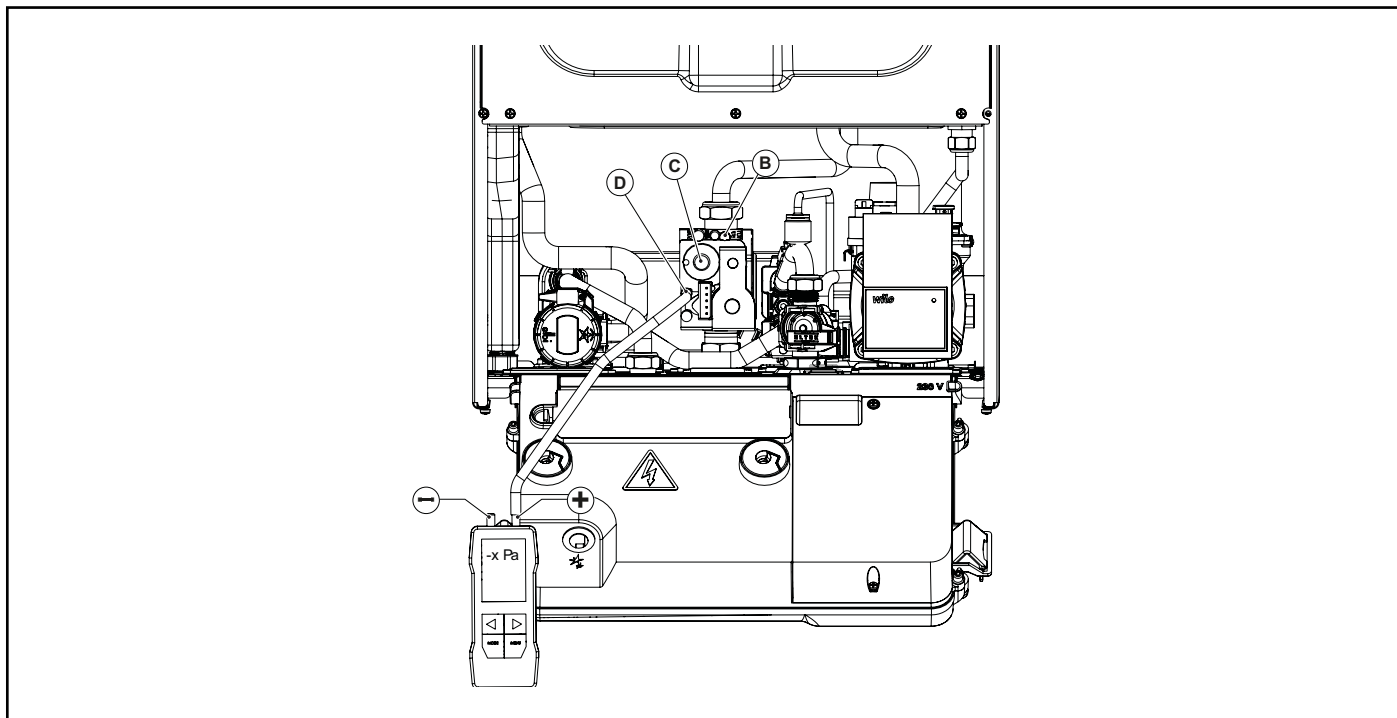

Fig. 46 Regolazione pressione di offset
- Aprire la vite della presa di pressione di offset **D** e collegarla all'ingresso positivo (*) del manometro differenziale (vedi Fig. 46 Regolazione pressione di offset).